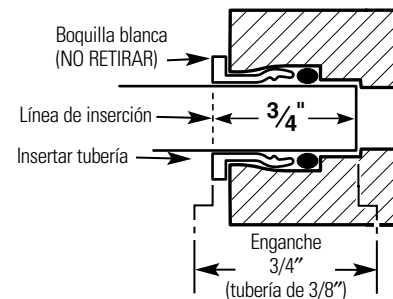

Fig. 7
3. Empuje la tubería firmemente hacia cada conexión en el recolector hasta que la tubería esté nivelado con el collar. (Si se retira la tubería, vuelva a cortar el extremo, mida, marque y vuelva a insertar). La tubería debe estar firmemente insertada para evitar fugas (Fig. 7). **(Para retirar la tubería: Libere y sostenga la boquilla blanca; hale la tubería hacia fuera para retirar.)**